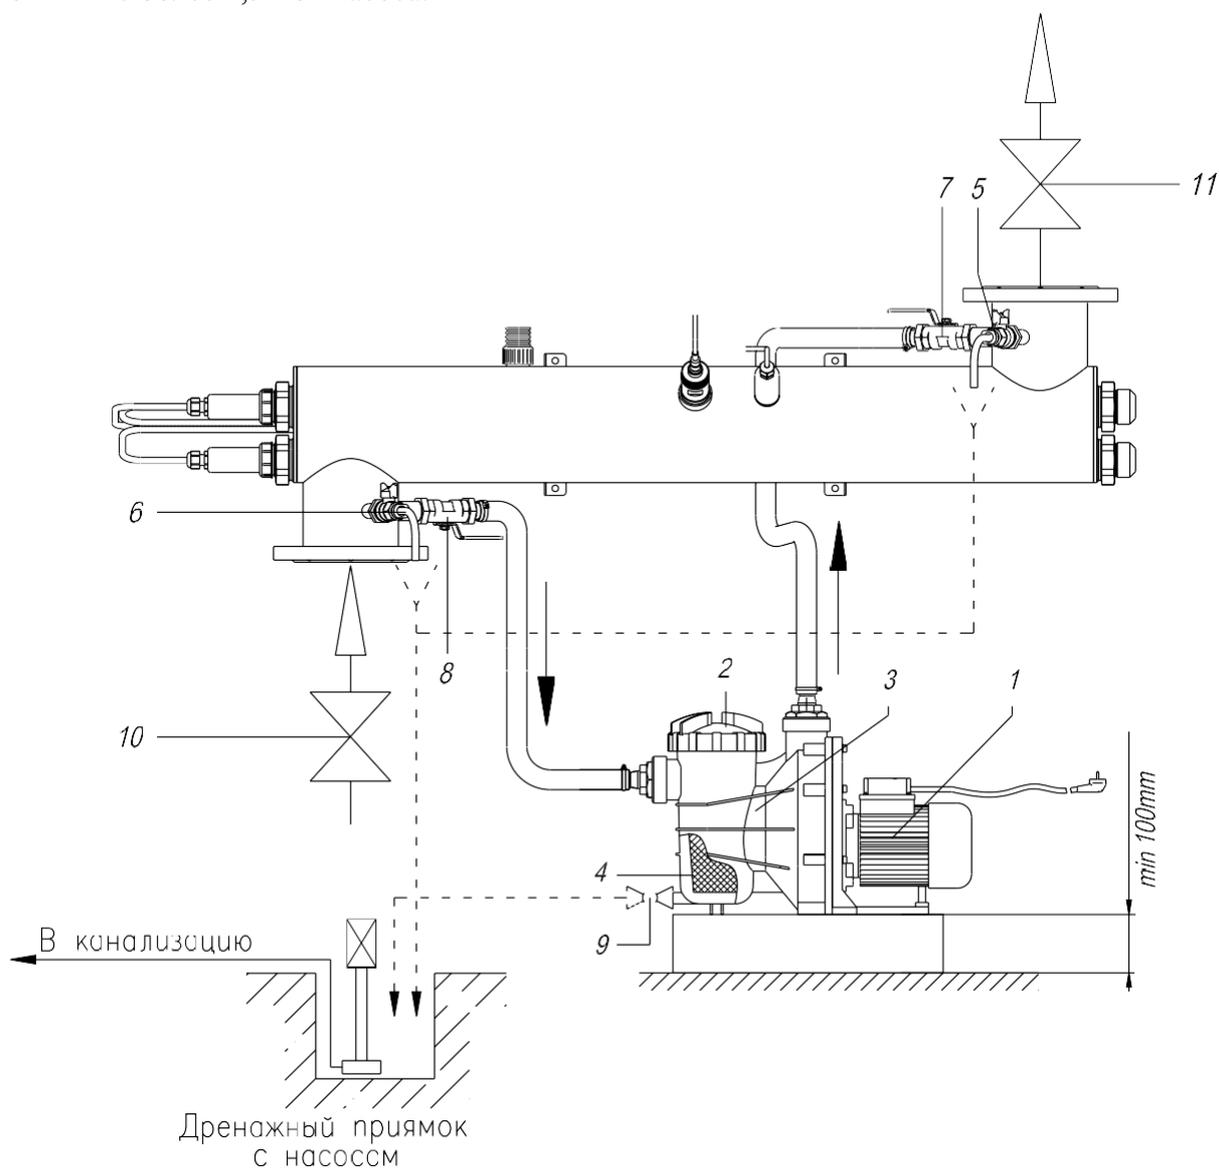

Рисунок 2. Промывка установки:
2. Открутить крышку 2 промывочного бачка 3 (см. Рисунок 2).
16. Отвернуть заглушку 9 и слить остатки промывочного раствора в предусмотренный дренаж или канализацию. Для удобства слива вместо заглушки можно установить кран и шланг (см. Рисунок 2).
17. Установить заглушку 9 закрыть пробоотборники 5 и 6 (см. Рисунок 2).